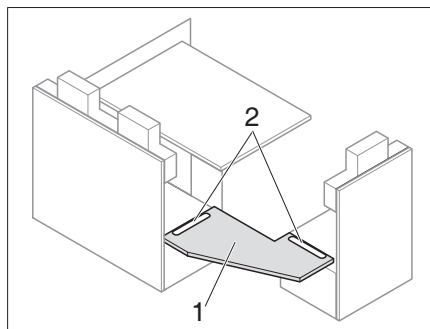
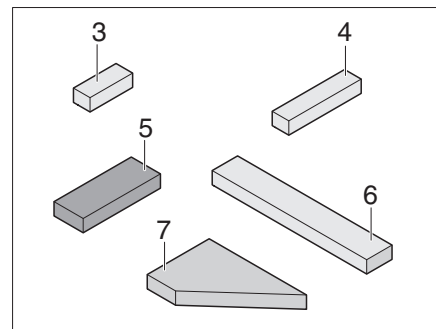
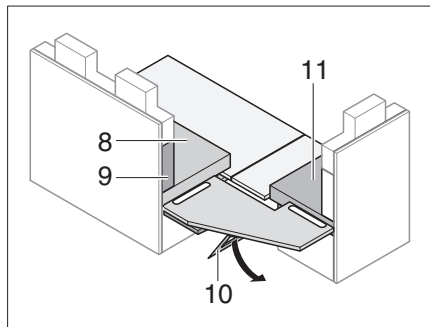
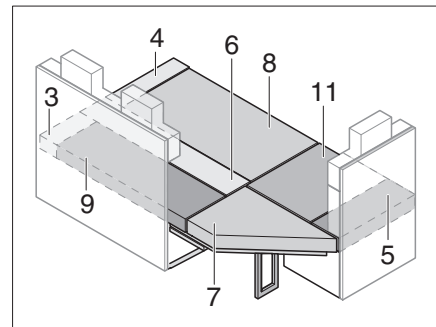

Bild 179 Verstärkungsplatte einsetzen
Bild 180 Zusatzpolster
Bild 181 Verstärkungsplatte stützen
Bild 182 Nach dem Umbau
- Verstärkungsplatte (Bild 179,1) in die Nuten (Bild 179,2) einsetzen.
- Stütze (Bild 181,10) unter der Verstärkungsplatte (Bild 179,1) ausklappen.
- Sitz-, Rücken- und Zusatzpolster wie in Bild 182 gezeigt auflegen (Die Positionsnummer beziehen sich auf Bild 180 und Bild 181).